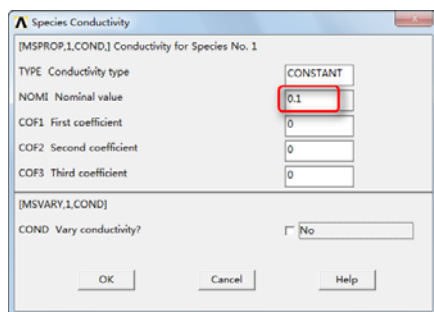

图 10-38 “Species Conductivity”对话框
⑯单击“OK”按钮会弹出“Species Conductivity”对话框，如图 10-38 所示，在“NOMI Nominal value”输入框中输入 0.1，其余采用默认设置。
③⑭单击“OK”按钮会弹出“Species Specific Heat”对话框，如图 10-38 所示，在“NOMI Nominal value”输入框中输入 2，其余采用默认设置。